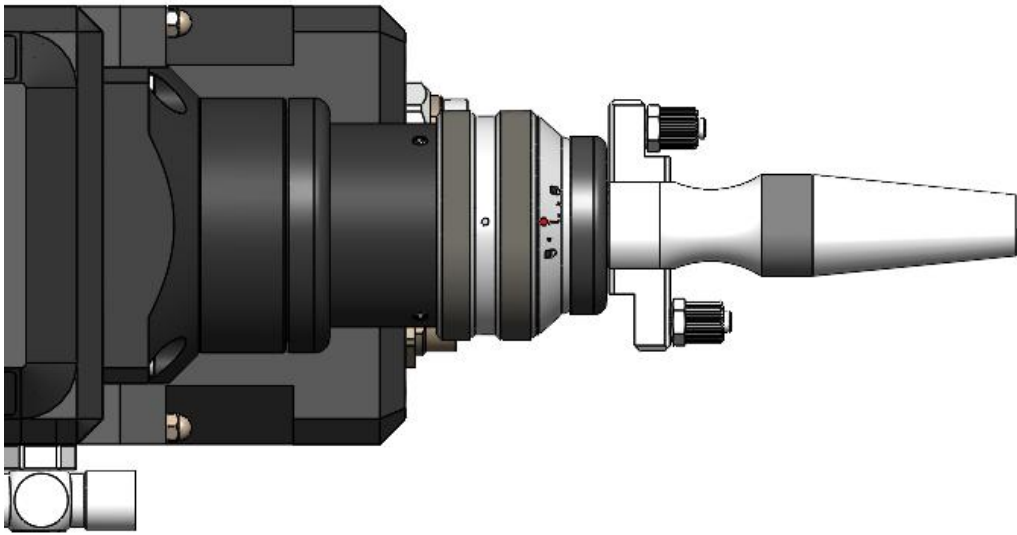

图2.6
- ⑤ 顺时针方向旋至极限位置（可以感觉到“噔”的一声），向上提起旋转螺母，再次顺时针旋转螺母直至压紧光纤头，将QBH连接器拧至锁紧状态（注意转到位即可，不要大力拧动，否则可能会损坏QBH内部结构）。如图2.6所示：